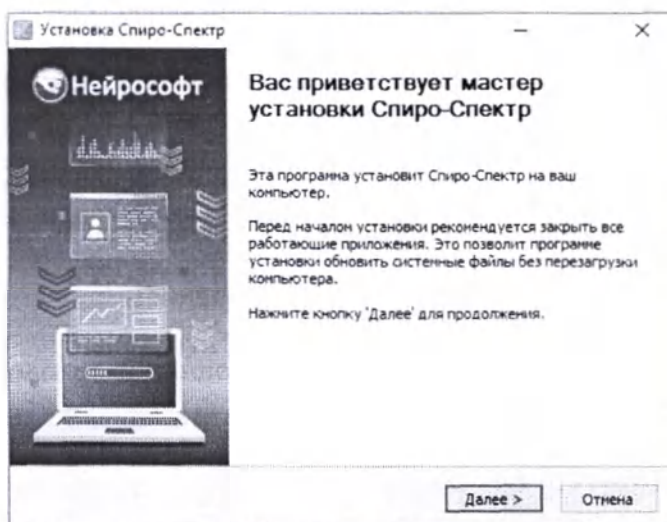

Рис. 8. Запуск программы установки
- После выбора языка интерфейса программы нажмите кнопку «ОК» для продолжения установки или кнопку «Отмена» для отмены установки. В случае продолжения установки на экране появится следующее окно программы установки (рис. 8).
- Для установки ПО «Спиро-Спектр» щелкните левой кнопкой мыши на кнопке «Далее» (рис. 8) и следуйте инструкции по установке.